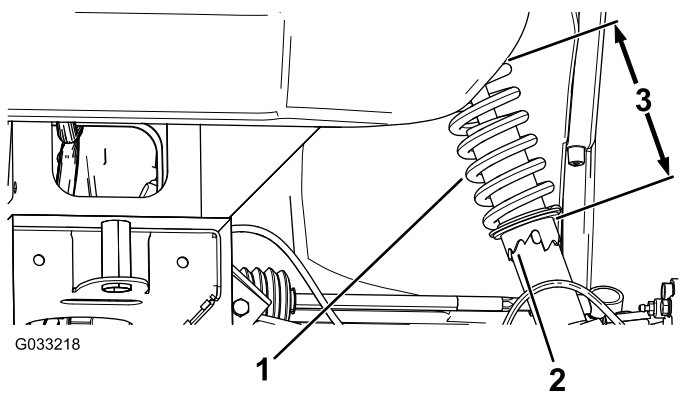

Bild 46
1. Drehen Sie den Stellring am Stoßdämpfer mit dem Werkzeug, Toro Bestellnummer 132-5069, um die Länge der Feder zu ändern (Bild 46).